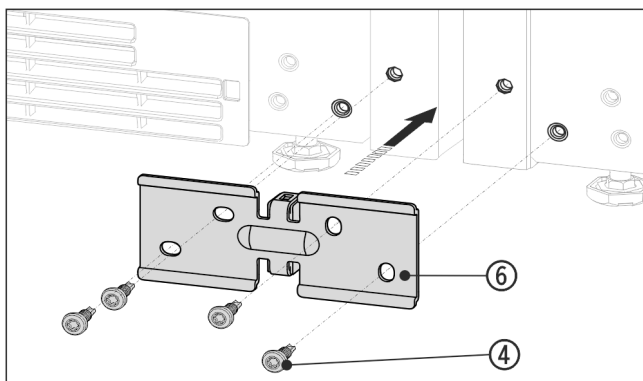

Fig. 15 Przykładowa prezentacja
- ▶ Wsunąć kątownik Fig. 15 (6) z elementem dystansowym między urządzenia i przykręcić luźno przy użyciu 4 śrub Fig. 15 (4).